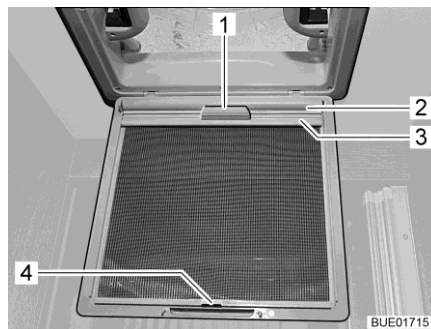

Bild 106 Mörkläggningsrullgardin (taklucka)
- Drag ut mörkläggningsrullgardinen (Bild 106,2) med handtaget (Bild 106,1) och haka i fästlisten (Bild 106,3) i kroken (Bild 106,4) på insektsskyddet.
- Lossa fästlisten (Bild 106,3) från kroken (Bild 106,4) och dra långsamt tillbaka mörkläggningsrullgardinen (Bild 106,2) med handtaget (Bild 106,1).